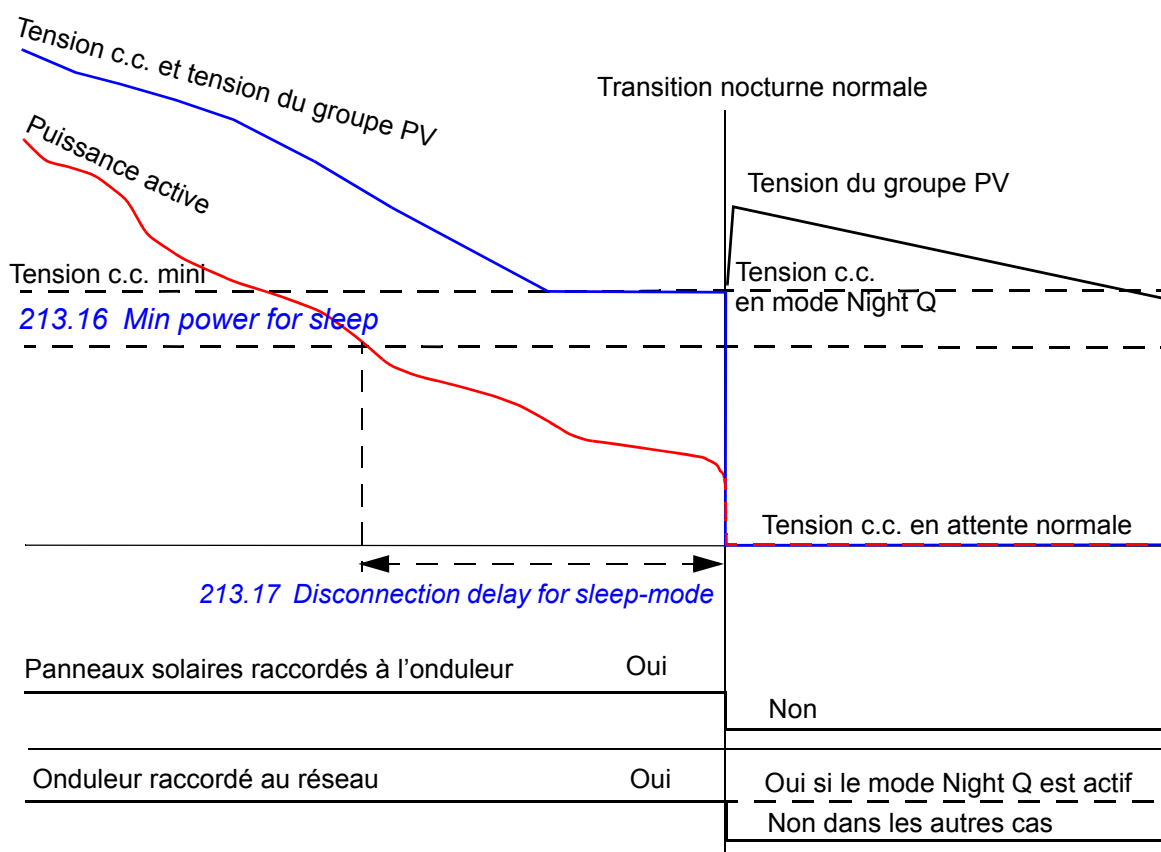

Figure 12: Courbe de production nocturne
- Le programme vérifie la référence de puissance réactive quand l'onduleur se met en veille. Si la valeur absolue de la référence est supérieure à celle du paramètre 213.52 Night Q low power, l'onduleur se déconnecte côté c.c. mais continue à générer de la puissance réactive côté c.a. En cas de forçage, l'onduleur reste connecté au réseau c.a. même si la valeur absolue de la référence de puissance réactive est inférieure à la valeur du paramètre 213.52 Night Q low power. La Figure 12: Courbe de production nocturne présente la procédure d'extinction de l'onduleur et de passage en mode Night Q en l'absence de puissance réactive, lorsque la puissance active est inférieure à la limite de puissance mini pendant une durée supérieure au réglage du paramètre 213.17 Disconnection delay for sleep-mode.